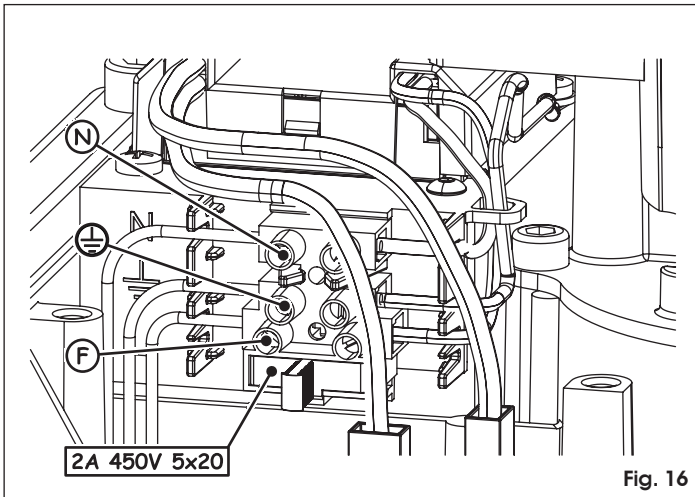

Fig. 16
2. Conecte el cable de alimentación tal y como se indica en la Fig. 16. También es necesario conectar el hilo de masa a tierra. Asegúrese de que los hilos del cable de alimentación estén introducidos correctamente en el correspondiente "peine" para que queden bloqueados Fig. 16.